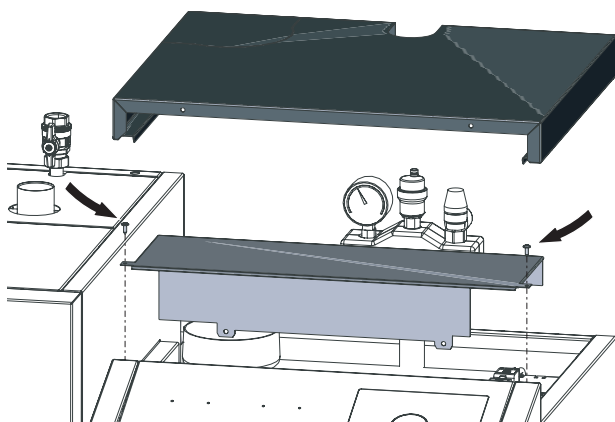

Fig. 32 Togliere il coperchio del rivestimento, rimuovere 2 viti e togliere il coperchio
- Togliere il coperchio dell'involucro, rimuovere le 2 viti autofilettanti in alto in corrispondenza della copertura e rimuovere il coperchio del quadro di comando – Fig.32. Sotto si trova la scheda regolazione “Infinity Plus integrated” con i connettori a spina – Fig.32. **Nota:** Per il montaggio del coperchio, infilare entrambe le linguette in basso inclinandole verso avanti.